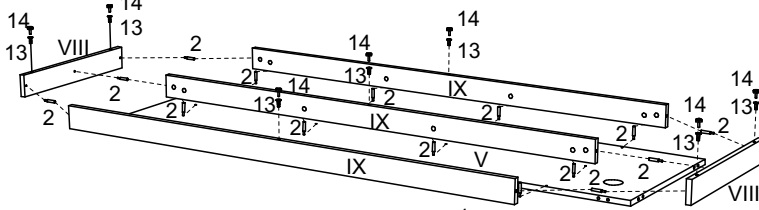
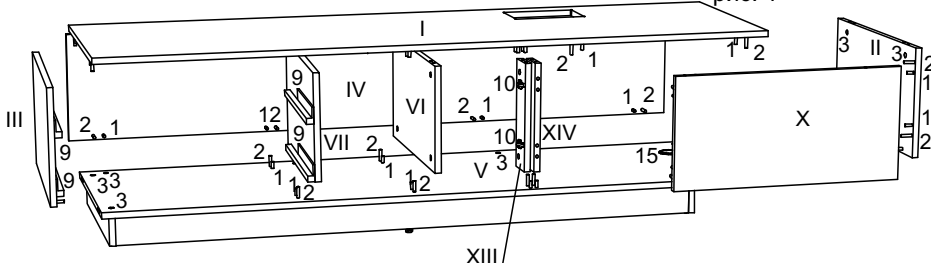

рис. 1
рис. 2
1. В боковые цоколя (VIII) вкрутить дюбеля эксцентриковой стяжки (2), в отверстия в нижних торцах цоколей вбить крепежи для опор (13) и вкрутить опоры (14). В передние цоколя (IX) вставить эксцентрики (3) стрелкой в направлении отверстий в торцах, в отверстия в нижних торцах цоколей вбить крепежи для опор (13) и вкрутить опоры (14). В дно (V) вкрутить дюбеля эксцентриковой стяжки (2).
2. Собрать между собой дно (V) и цоколя (VIII, IX) тумбы(эксцентрики поворачивать по часовой стрелке)(рис. 1).
3. Перед сборкой корпуса тумбы подготовить детали, предварительно установив необходимую фурнитуру. В топ (I) вбить шканты (1) и вкрутить дюбеля эксцентриковой стяжки (2) в соответствующие отверстия. В заднюю стенку (IV), правую (II) и левую (III) боковины и фальш-панель (X) вбить шканты (1) и вкрутить дюбеля эксцентриковой стяжки (2) в соответствующие отверстия, вставить эксцентрики (3) стрелкой в направлении отверстий в торцах. В планки (XIII, XIV), перегородку среднюю (VI) и перегородку (VII) вставить эксцентрики (3) стрелкой в направлении отверстий в торцах. В дно (V) вбить шканты (1) и вкрутить дюбеля эксцентриковой стяжки (2) в соответствующие отверстия, вставить эксцентрики (3) стрелкой в направлении отверстий в торцах, вставить заглушку кабель-канала (15). К правой боковине (II) и перегородке (VII) винтами 6,3x11 (6) прикрутить направляющие (9). С другой стороны к перегородке (VII) и к планке (XIII) винтами 6,3x13 (17) прикрутить ответные планки (10) петли. К дверке левой (XI) и правой (XII) прикрутить петли (11) на саморезы 3,5x15 (19).
4. Собрать тумбу(эксцентрики поворачивать по часовой стрелке)(рис. 2).